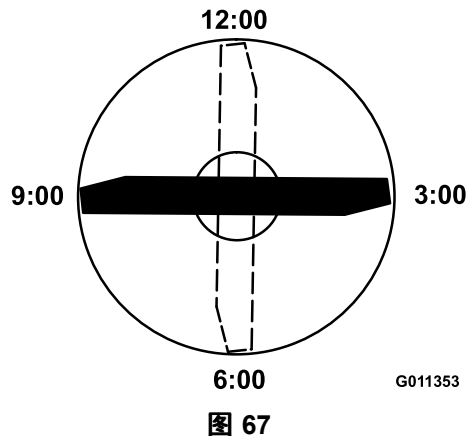

图 67
3. 将刀片带标记一端的刀刃放在 12 点钟位置剪草方向的正前方并测量从桌面到刀片刀刃的高度 图 67。
4. 将刀片的标记端旋转至 3 点钟和 9 点钟位置并测量高度 图 67。